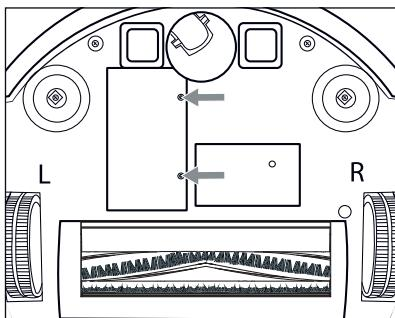

Fig. 16
① ATTENTION !
① Remarque
- Dévissez les deux vis du couvercle du compartiment à batterie 26 (voir fig. 16) sous l'appareil à l'aide d'un tournevis cruciforme et retirez-le de l'appareil. Retirez le couvercle du compartiment à batterie 26 de l'appareil.